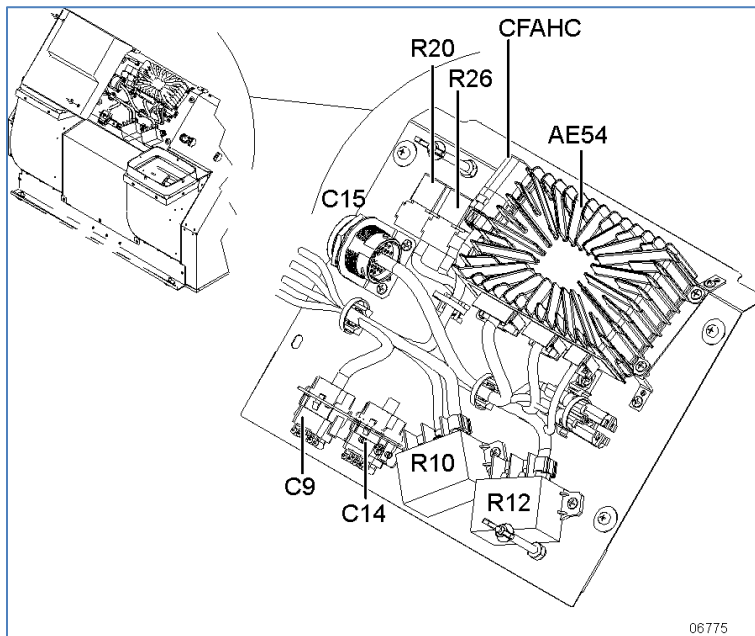

FIGURE 2: PANNEAU CVC DANS LE COMPARTIMENT ÉVAPORATEUR
1. À l'intérieur du compartiment de l'évaporateur : installer la base de relais 561183 sur le panneau CVC (FIGURE 2). Pour ce faire, tout d'abord, percez un trou de 1/8 à travers le panneau. Fixez la base du relai à l'aide d'une vis 500799.